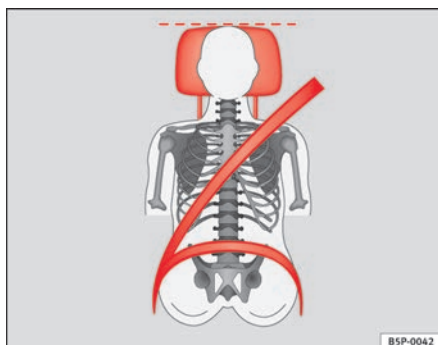

Fig. 12 Cintura di sicurezza e poggiatesta (visti da davanti) posizionati correttamente
- Il tratto superiore del nastro deve passare al centro della spalla, non sul collo! La cintura di sicurezza deve aderire bene alla parte superiore del corpo ⇒ **fig. 12.**